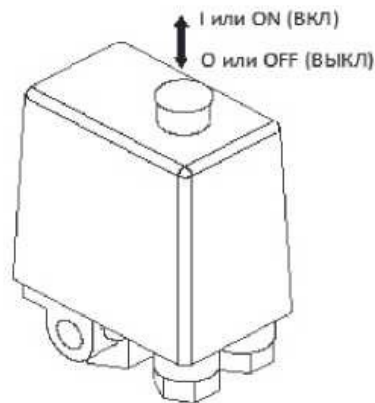
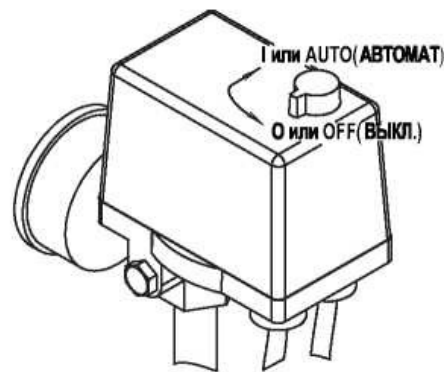

Рис. 8.1
Рис. 8.2
Проверьте, чтобы выключатель на прессостате находился в выключенном положении «O» / «OFF», в зависимости от исполнения, рис. 8.1
Включите компрессор выключателем на прессостате. Для этого необходимо перевести выключатель в положение «I» или «ON», в зависимости от исполнения, рис. 8.1.
Включите компрессор выключателем на прессостате и сразу же выключите, см. рис. 8.2. Для этого необходимо переключить выключатель в положение «AUTO» и сразу же переключить назад в положение «OFF».
- Выключить компрессор выключателем на прессостате. Для этого необходимо переключить выключатель в положение «О» или «OFF», в зависимости от исполнения, рис. 8.1, рис. 8.2. После этого остановится электродвигатель и произойдет сброс давления из нагнетательного воздухопровода и поршневого блока.